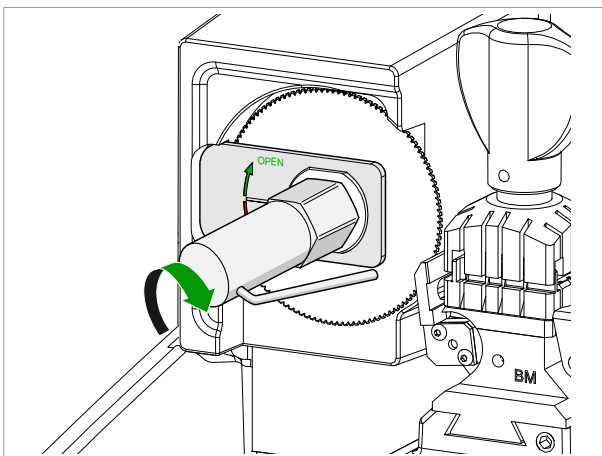

Fig. 146
- 4) Gebruik de bijgeleverde buissleutel en DRAAI DE MOER KLOKSGEWIJS LOS (Fig. 146). **OPGELET: DE SCHROEFDRAAD IS LINKSDRAAIEND.**